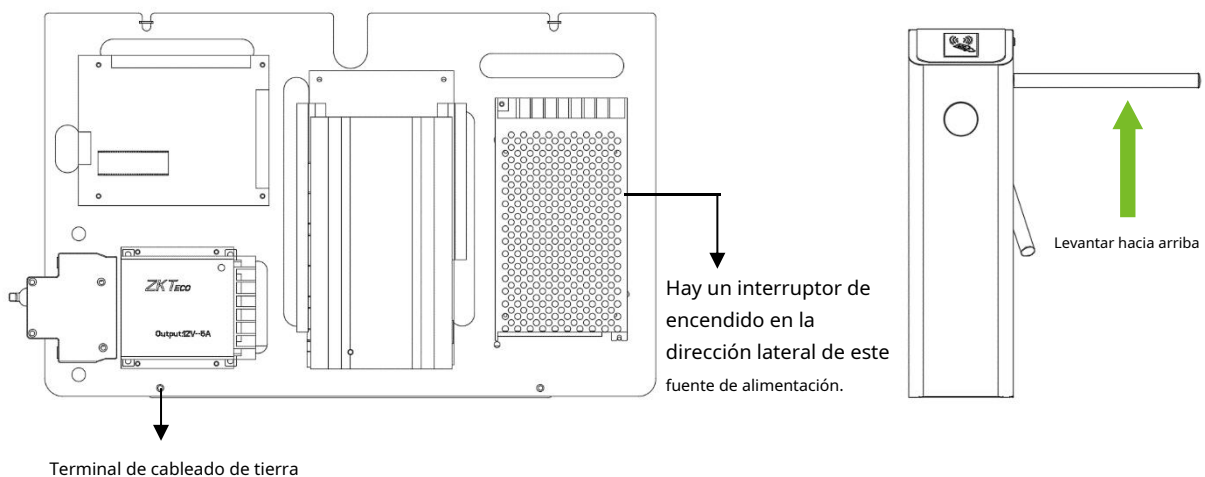

Figura 2-2
3. Levante los brazos manualmente, como se muestra en la Figura 2-2.